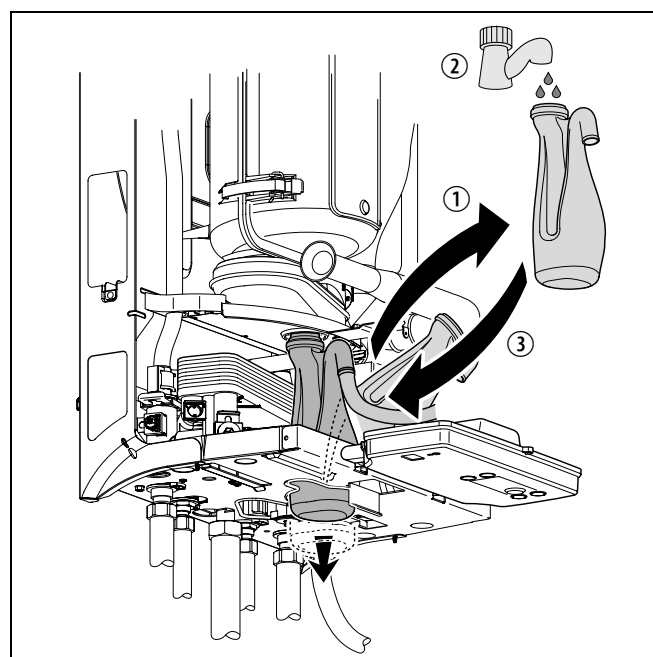

Рис. 11 Наполнение сифона водой
- Вытянуть сифон с манжетным уплотнением вниз из гнезда и вытянуть его из устройства выпуска (рис. 11).